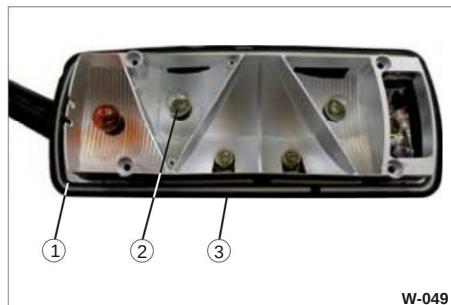

Fig. 52 Baglygte åben
• Sæt den ydre linse tæt på huset (fig. 52/3).
• Sørg for, at tætningen er korrekt placeret (fig. 52/1).